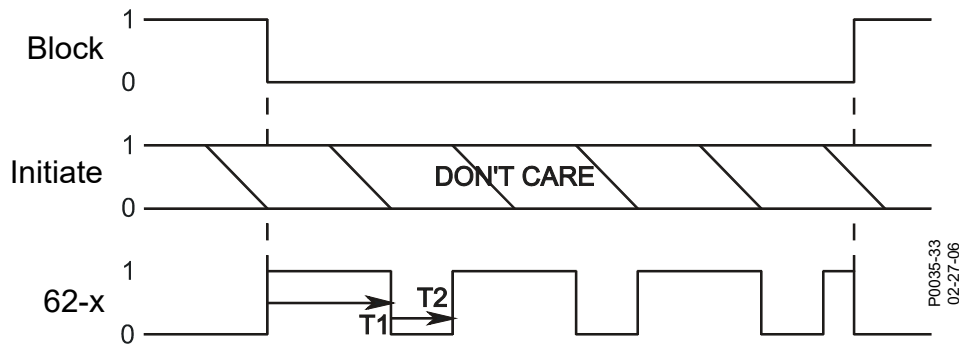

Figure 32-4. Mode Oscillation
Dans ce mode, l'entrée Amorçage est ignorée. Reportez-vous à la Figure 32-4. Si l'entrée Blocage est définie sur faux, la sortie oscille avec un temps ACTIVÉ (ON) (T1) et un temps DÉSACTIVÉ (OFF) (T2). Si l'entrée Blocage reste sur vrai, l'oscillation s'arrête et la sortie reste sur Désactivé.